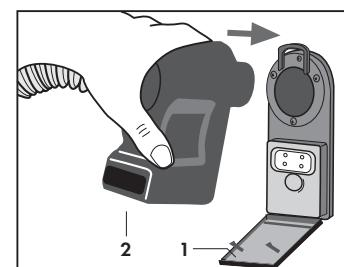

Abb. 8
- Die Klappe (1) der Steckbuchse (Q) für das Zubehör ganz öffnen und den Schnellanschluss (2) des Arbeitsschlauchs (20) in die vordere Steckbuchse des Geräts stecken. Den Schnellanschluss fest hinein drücken (**Abb. 8**).